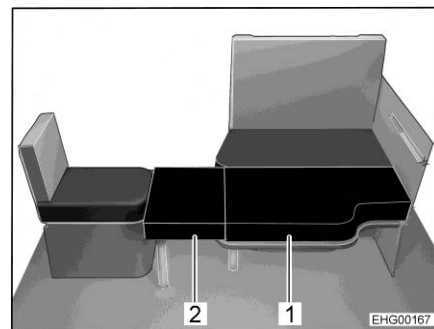

Fig. 114 Dopo la trasformazione
Il divano può essere trasformato insieme al sedile singolo laterale e il piano del tavolo ribassato del tavolo sospeso in un letto aggiuntivo. Al fine di creare la superficie utile, servono inoltre due cuscini aggiuntivi. Uno dei cuscini aggiuntivi (Fig. 114,2) è dotato di un supporto per i piedi ribaltabile e un angolo di supporto. L'altro cuscino aggiuntivo (Fig. 114,1) viene posato sul piano del tavolo.
- Aprire i supporti per i piedi del cuscino aggiuntivo piccolo (Fig. 114,2).
- Agganciare gli angoli di supporto del cuscino aggiuntivo (Fig. 114,2) al sedile singolo e appoggiare il cuscino aggiuntivo sul piano del tavolo.
- Posare il secondo cuscino aggiuntivo (Fig. 114,1) sul piano del tavolo.